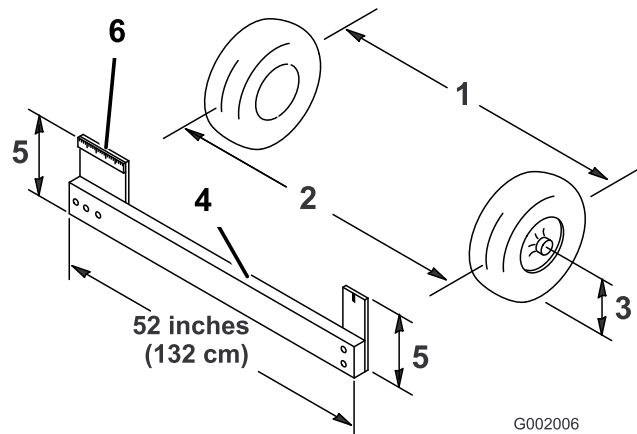

Figura 48
- Mida la distancia entre los neumáticos delanteros a la altura del eje, en la parte delantera y trasera de las ruedas (Figura 48).
Nota: Necesitará una plantilla o un indicador de alineación para medir la parte delantera de las ruedas delanteras a la altura del eje. Utilice la misma plantilla para medir con precisión la parte delantera de las ruedas delanteras a la altura del eje (Figura 48).